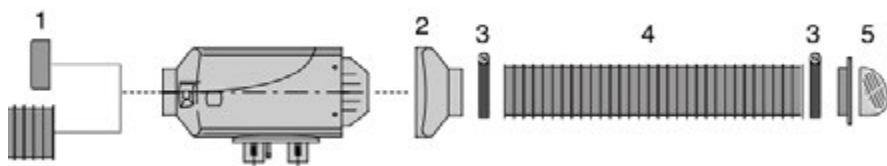

Fig. 28
- ☐ Posez une grille de protection **Fig. 28** à l'entrée ou la sortie d'air de chauffage de l'appareil de chauffage pour éviter les blessures avec la turbine ou les brûlures avec l'échangeur thermique.